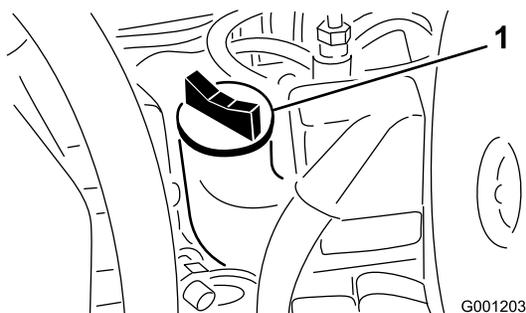

図 22
3. 不足している場合は、キャップ (図 22) を取り、Full 位置までオイルを補給する。入れすぎないこと。